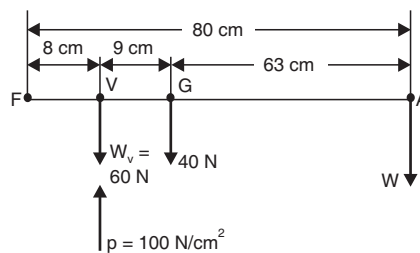

Fig. 3.28
**Sol.** Refer to Fig. 3.28. (Art. 3.10.4)